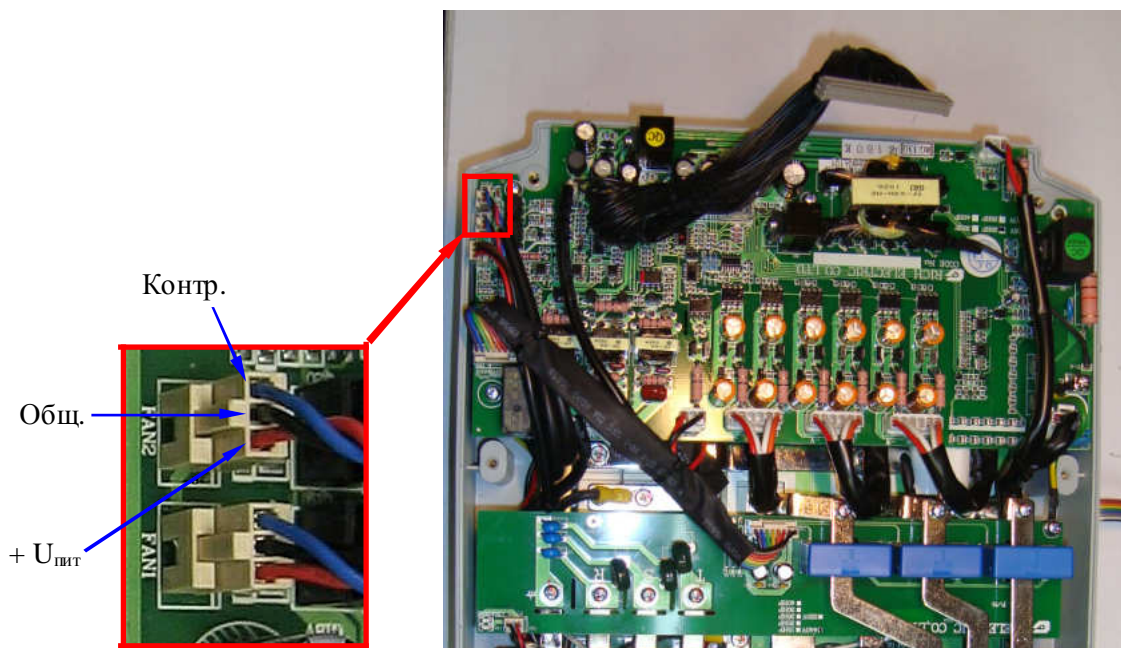

Рис. 4.22. Диагностика вентиляторов.
4.10.3. Отсоединить разъем вентилятора от платы драйверов и проверить его вращение, подав напряжение ≈ 24 В от источника питания (п.3.4.3) на контакты +Uпит и Общ (рис.4.22). При отсутствии вращения – вентилятор заменить (п. 5.3).
- 4.10.5. В случае появления сообщения об ошибке «ОН2» поочередно измерить напряжение на разъёмах FAN 1 и FAN 2 между выводами Общ и Контр. (см. рис. 4.22). У исправного вентилятора напряжение при работе должно составлять менее 1 В. Если напряжение составляет 13...18 В - вентилятор неисправен, он подлежит замене (п. 5.3).